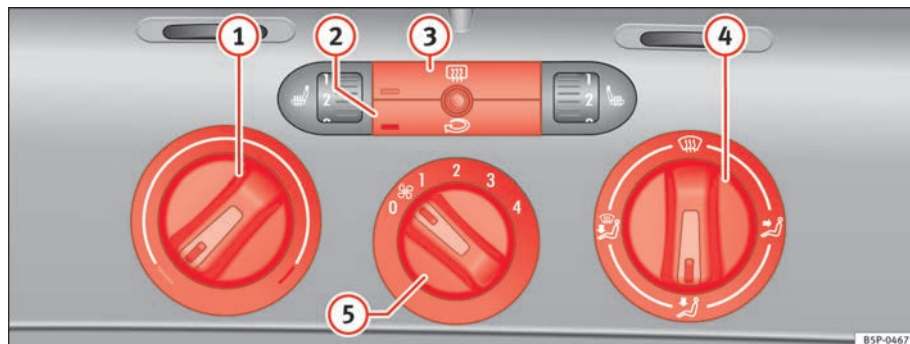

Abb. 125 In der Instrumententafel: Bedienelemente der Heizung
- Mit den Reglern ⇒ Abb. 125 ① und ④ und mit dem Schalter ⑤ stellen Sie die Temperatur, die Luftverteilung und die Gebläsestufe ein.
- Drücken Sie die jeweilige Taste ② bzw. ③, um eine Funktion ein- oder auszuschalten. Bei einer eingeschalteten Funktion leuchtet das Fenster unten links an der Taste auf.